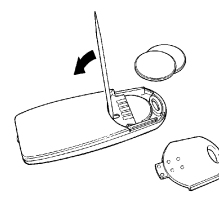

Fig. 10
2. Enfiler une petite pointe non métallique dans la fente comme sur la figure 10 et pousser les piles vers l'extérieur;